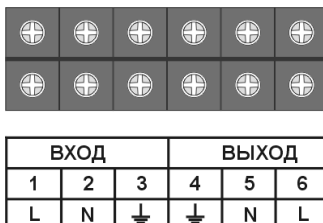

Рис.3. Клеммная колодка стабилизатора.
7.3.2 Снимите лючок узла подключения стабилизатора. Введите сетевой кабель внутрь корпуса стабилизатора через гермоввод, расположенный в нижней части корпуса. Для подключения сети должен использоваться кабель с сечением проводников не менее 2,5 мм². Подключение осуществляется к клеммной колодке (см. рис.3):
- подключите заземление стабилизатора, соединив клемму заземления (3) корпуса с шиной заземления;
- подключите провод нейтрали питающей сети к клемме «N» (2);
- подключите фазный провод к клемме «L» (1).